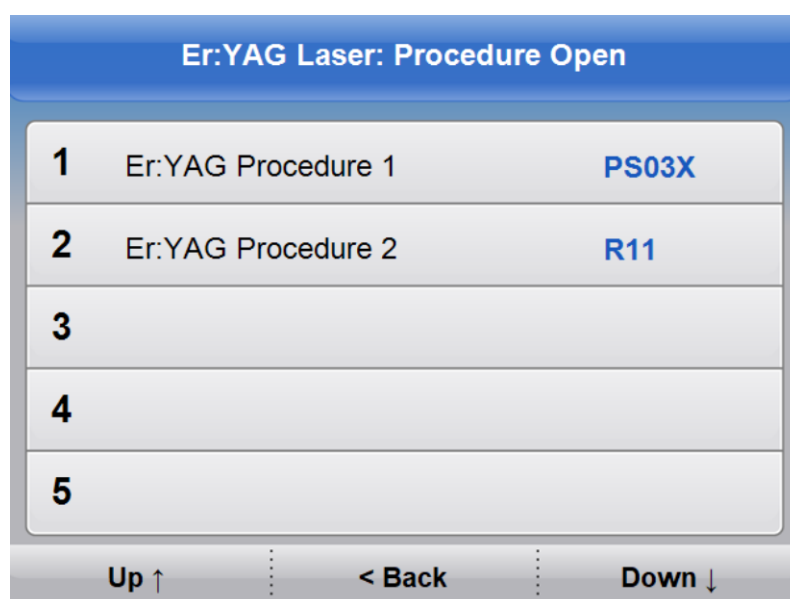

Рисунок 11.2: Подгруппа приложения — уровень 2
- Нажмите на значок, представляющий подгруппу приложения — на экране отобразятся первые 5 приложений из выбранной подгруппы (см. рисунок 11.2). Прокрутите список вверх или вниз с помощью кнопок «Up» (вверх) и «Down» (вниз) соответственно. Нажмите на соответствующее приложение.
- Если уровень группы приложения был установлен на L2, появится группа приложений (см. рисунок 11.2):